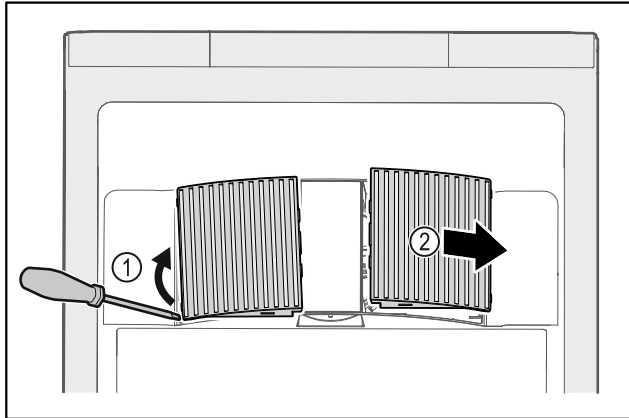

Fig. 201
- ▶ Αναμοχλεύστε προσεκτικά από το πλάι τα καλύμματα του ανεμιστήρα Fig. 201 (1) και αφαιρέστε τα προς τα εμπρός Fig. 201 (2).